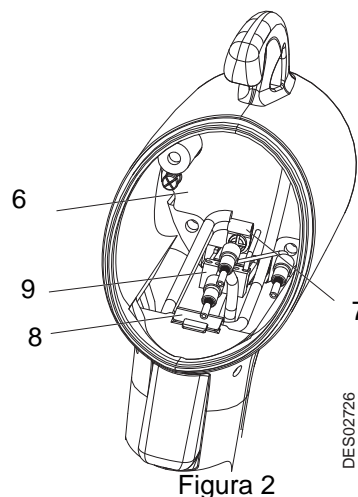

Figura 2
- **Etapa 4:** Destornillar el aprietacable (ref. 2) Destornillar el prensaestopa (Ref.1) con una llave plana de 19, destornillar los 3 tornillos (Rep.3) del enchufe (Ref.4) para separarlo de la culata y bajar el enchufe para destornillar el tornillo de fijación (Ref.5) del hilo de tierra verde/amarillo.
- **Etapa 5:** Retirar la caja (sensor efecto Hall-Ref.8 figura 2) de su alojamiento situado detrás del gatillo en la parte superior de la culata, con un desatornillador plano.
- **Etapa 6:** Destornillar la tarjeta (Ref.6 figura 2) de fondo de culata y sacarla de la culata
- **Etapa 7:** Desconectar el conector negro (Ref.9 figura 2)
- **Etapa 8:** Destornillar el aprietacable (Ref.7 figura 2) situado en el blindaje de la tarjeta electrónica.
- **Etapa 2:** Introducir el cable en la culata respetando su posicionamiento (ver figura 2). **Atención, no pase el cable en el alojamiento del canal de polvo.**
- **Etapa 3:** Fijar el aprietacable (Ref.6 figura 2) (que haya recuperado) en el blindaje de la tarjeta respetando el posicionamiento.
- **Etapa 5:** Fijar la tarjeta (Ref.5 figura 2) en el fondo de culata con los dos tornillos.
- **Etapa 6:** Colocar la caja del sensor (Ref. 7 figura 2) en su alojamiento.